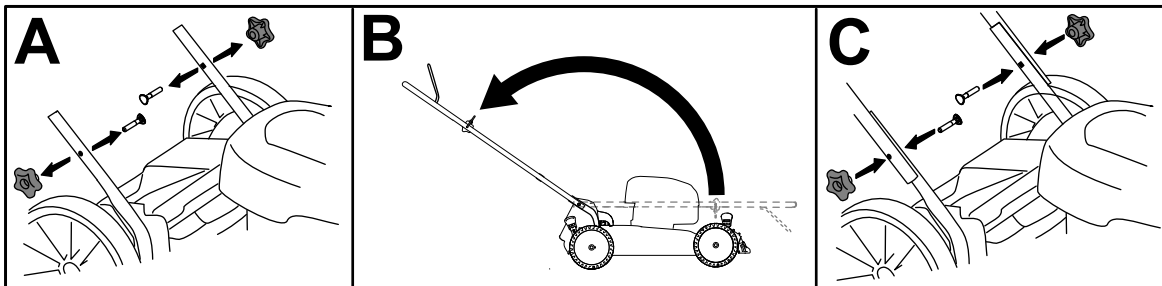

Figura 3
1. Retire los pomos del manillar y los pernos correspondientes de la carcasa de la máquina (Figura 3, A).
2. Coloque el manillar superior sobre el manillar inferior y luego despliegue el manillar (Figura 3, B).
3. Instale los pomos del manillar con los pernos correspondientes y apriételos firmemente a mano (Figura 3, C).